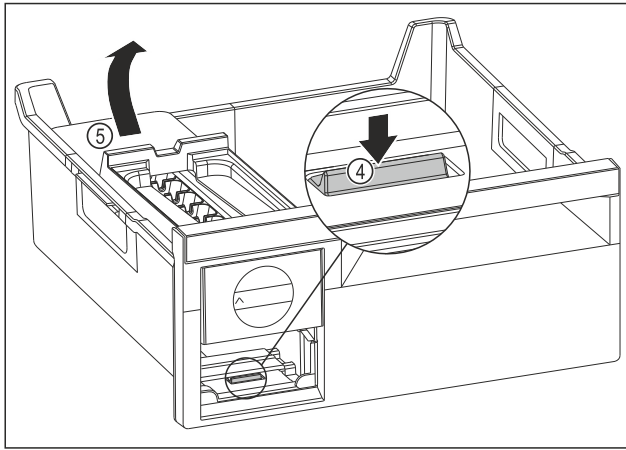

Fig. 104
- ▶ EasyTwist-Ice-Korpus entnehmen: Lasche Fig. 104 (4) mit Finger nach unten drücken und gleichzeitig mit der anderen Hand den EasyTwist-Ice-Korpus Fig. 104 (5) von hinten anheben.